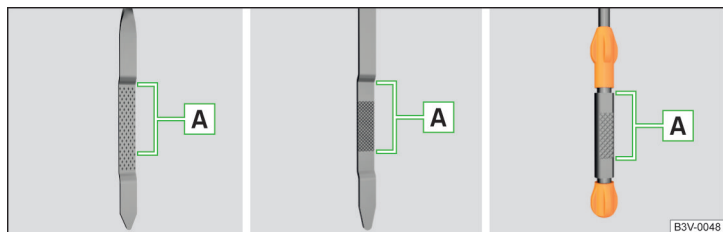

Fig. 219 Variante de joje de ulei
Nivelul de ulei trebuie să se situeze în zona **A** » fig. 219. Dacă nivelul de ulei este sub zona **A**, completați ulei.
- Nivelul uleiului nu trebuie să fie în niciun caz în afara zonei **A** » fig. 219 - există pericol de deteriorare a motorului, precum și a instalației de evacuare a gazelor arse.